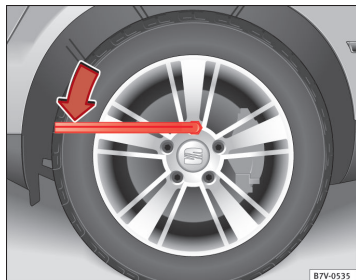

Fig. 183 Hjulskift: Sådan løsnes hjulboltene
- Sæt hjulnøglen så langt ind over hjulbolten som muligt ⇒ Fig. 183.